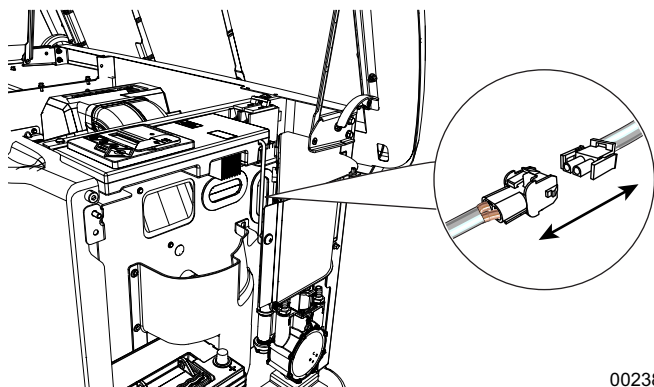

Figura 4-9. Desconectar o cabo do carregador de bateria
4. Consulte Figura 4-9. Desligue o cabo branco do carregador da bateria.